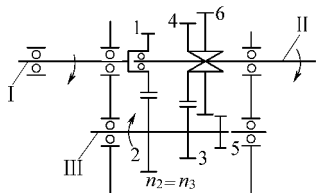

图 3-2 齿轮传动的换档原理简图
(2) 换档原理 如图 3-2 所示, 若将齿轮 3 与 4 脱开, 改将齿轮